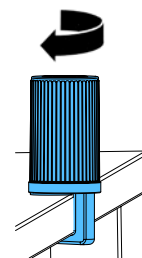

Fig. 4
- ⇒ Monte a base com grampo universal no lado traseiro ou lateral do tampo da mesa (Fig. 4).